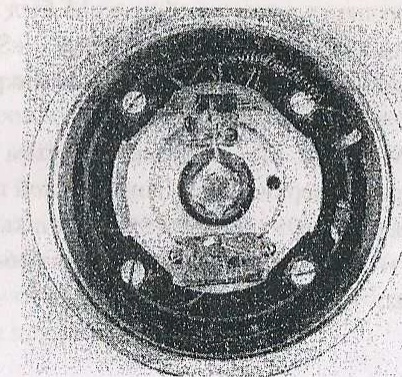

Рис.7. Установленный СТМ-столик
- установите зонд над нужным местом на образце так, чтобы между образцом и стенками центрального отверстия в СТМ-столике оставался зазор хотя бы около 1 мм, т.к. при последующем приближении возможно горизонтальное смещение столика (рис.7);